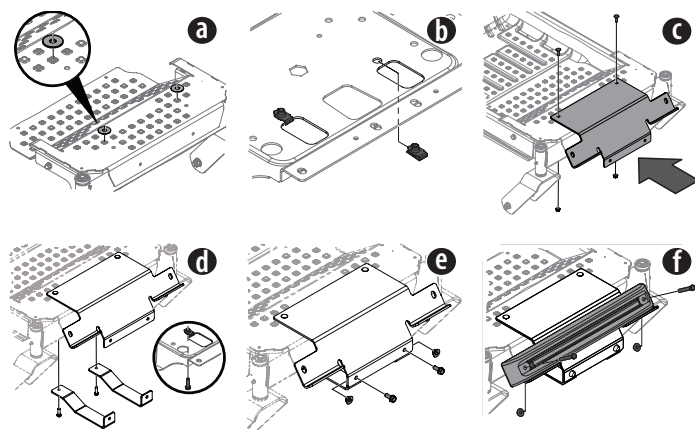

Figura 18
4. Abroche holgadamente la parte inferior del Conjunto de soporte al bastidor del tractor con dos Tornillos autorroscantes (710-0643). Consulte Figura 18.
5. Asegure las ménsulas superior e inferior con dos pernos (710-4482) y con dos tuercas (712-04217). Consulte la Figura 18.
7. Coloque el contrapeso (719-04271A) en la ménsula (703-11046) y alínelos con las lengüetas. Asegure el contrapeso con dos tuercas de tapa rosca (710-0859) y con dos tuercas de seguridad con reborde (712-04217). Consulte Figura 18.